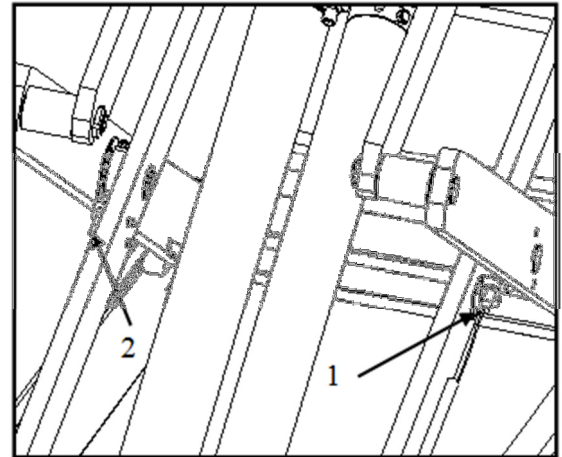
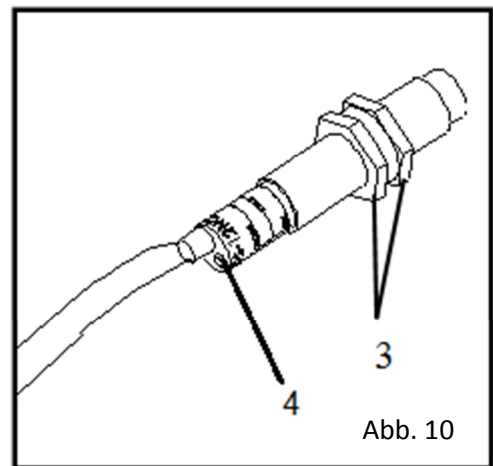

Abb. 9
Abb. 10
Der Endschalter muss während der Installation des Aufzugs angepasst werden. Die Endschalter befinden sich auf die Schere von Plattform Nr. 2. Der Endschalter zur Höhe (1, Abb. 9) regelt die maximale Höhe des Aufzugs. Der Fußsichere Höhenstop (2, Abb. 9) stellt sicher, dass der Aufzug nicht in einem mal auf den Boden senkt.
2. Lösen Sie die Muttern (3, Abb. 10) des Endschalters (1, Abb. 9) und stellen Sie den Sensor in die korrekte Position. Stellen Sie den Schalter so ein dass die rote Lampe an der Rückseite des Schalters sich einschaltet.
2. Ziehen Sie die Muttern (3, Abb.10) des Endschalters (2, Abb.9) lose und bringen Sie folgend den Sensor in Position. Stellen Sie den Schalter so ein dass die rote Lampe an der Rückseite des Schalters sich einschaltet.